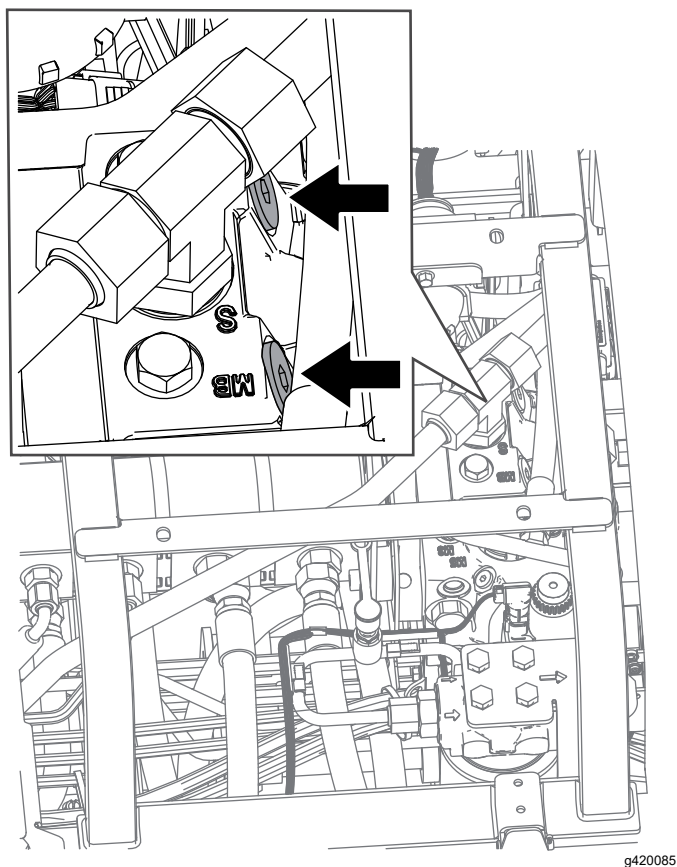

Рисунок 37
2. Найдите перепускные клапаны под сиденьем и в верхней части гидростата (Рисунок 37).